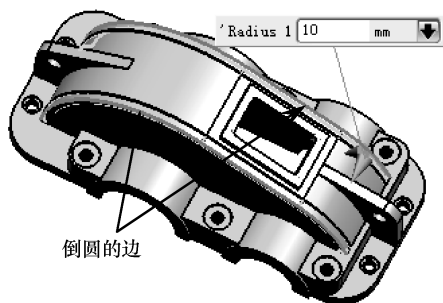
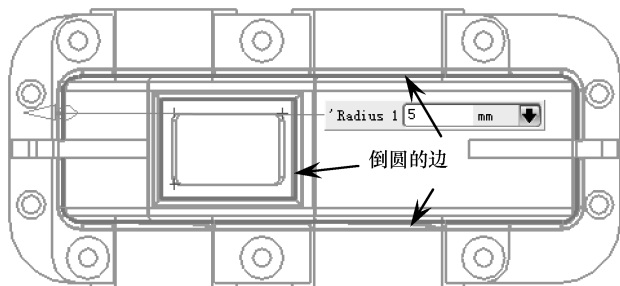

图 4-92 创建半径为 10 的圆角
图 4-93 创建半径为 5 的圆角
- 21 使用【边倒圆】工具，选择如图 4-92 所示的边进行倒圆角处理，且圆角半径为 10。同理，选择如图 4-93 所示的边进行倒圆角处理，且圆角半径为 5。